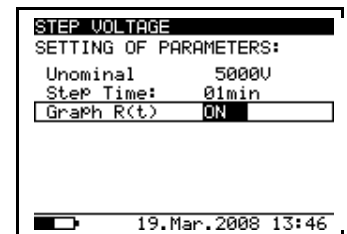

Fig. 26. Opsætningsmenu i rampespændingstest (Step Voltage)
1. Tryk på **SELECT** knappen og opsætningsmenuen (Set-up menu) vises i display, se **Fig. 26**.